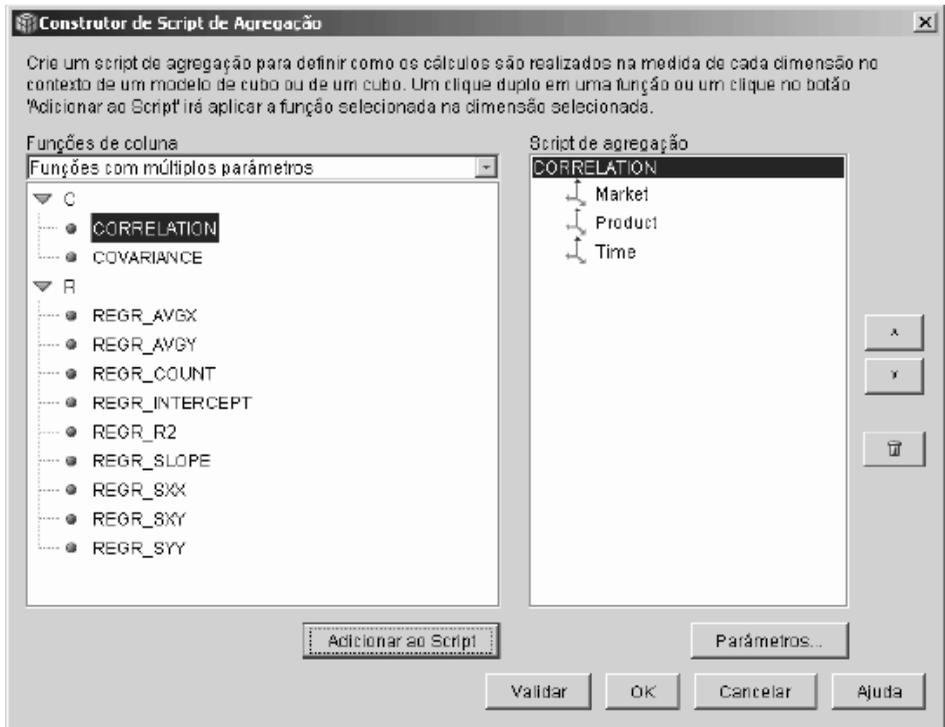

Figura 5. Script de agregação para a medida Advertising-Sales Correlation
- No campo **Funções de Coluna**, selecione **Funções de Vários Parâmetros**. Na lista de funções com vários parâmetros, selecione a função **CORRELATION** e clique em **Adicionar ao Script**. A Figura 5 na página 10 mostra que a função CORRELATION está na parte superior da lista de dimensões no script.